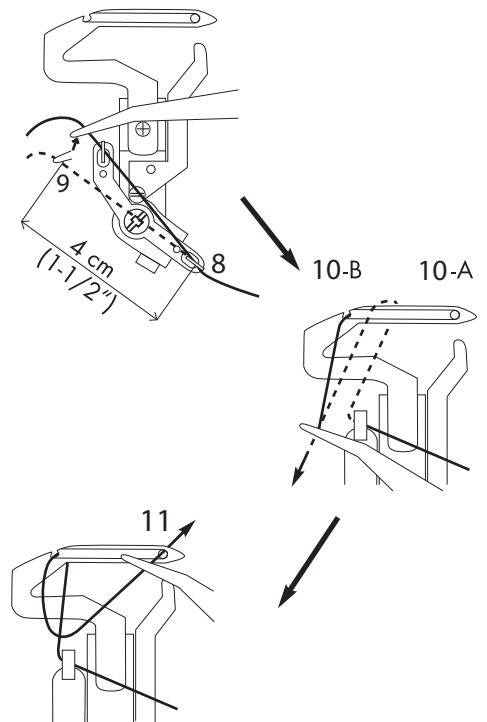

Bild 23
6. Håll fast tråden ca 4 cm från trådledaren med pincetten (bild 23).
8. Dra tråden uppåt i trådledaren (9).
9. För tråden bakåt och över den övre delen av den undre griparen 20 (10A) (bild 23).
10. Dra sedan försiktigt tråden nedåt så att den halkar in i utskärningen på griparen (10B) (bild 23). Titta även på den ritning som sitter på maskinen när du går igenom det här steget!
11. För tråden genom griparens ögla (11). Tråden ska löpa i spåret på den undre griparen 20 (bild 23).